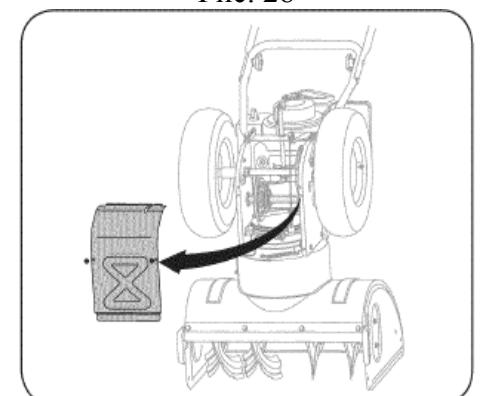

Рис. 29
5. Снимите рамный защитный крышки с нижней части снегоочистителя, вывинтив четыре фиксирующих её самореза (См. Рис. 29).